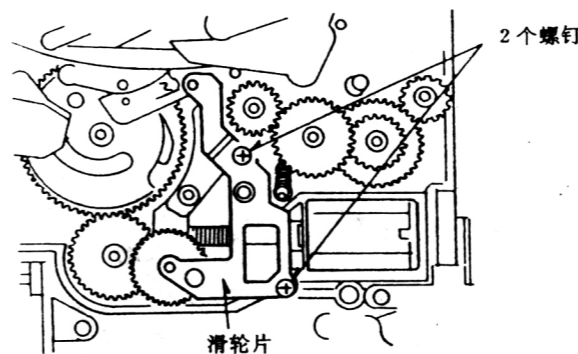

图 1-3-46
1. 安装上带轮板后, 拧紧如图 1-3-46 中所示的两个螺钉。